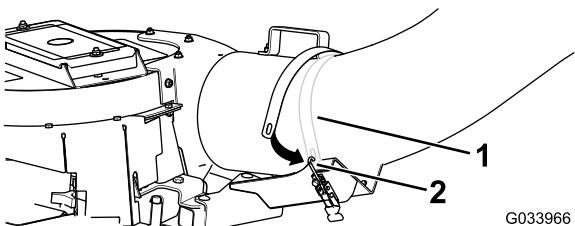

Figura 10
8. Coloque a cinta do suporte do trinco por cima do tubo e prenda o tubo ao soprador com um gancho do trinco (Figura 10).